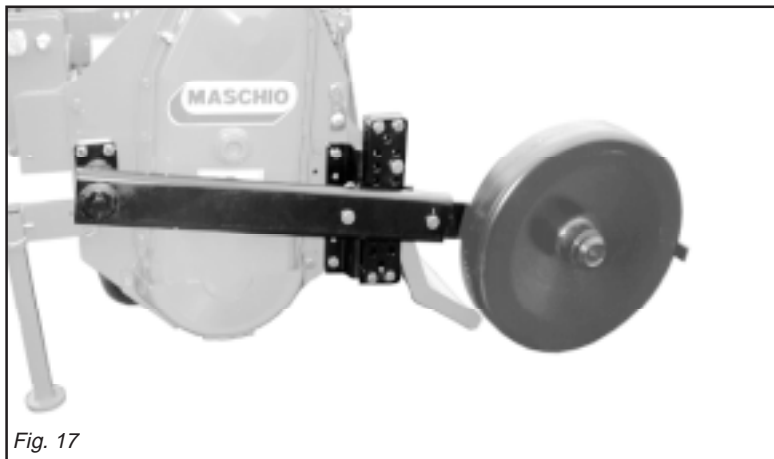

Fig. 17
**Zappatrici con ruota o ruote laterali:** la ruota laterale può essere montata a sinistra o in entrambi i lati della zappatrice (Fig. 17).
**Rotary cultivators with side wheel(s):** the side wheel can be on the left side or on both sides of the cultivator (Fig. 17).
**Hackfräsen mit seitlichem/n Laufrad/rädern:** Das seitliche Rad kann auf der linken oder auf beiden Seiten der Hackfräse montiert werden (Abb. 17).
**Houes avec roue ou roues latérales:** la roue latérale peut être montée à gauche ou des deux côtés de la houe (Fig. 17).
**Binadoras con rueda o ruedas laterales:** la rueda lateral puede ser montada a la izquierda o en ambos lados de la binadora (Fig. 17). Esta versión